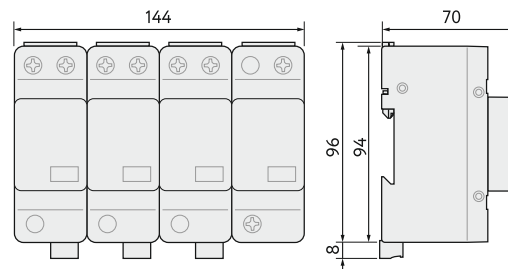
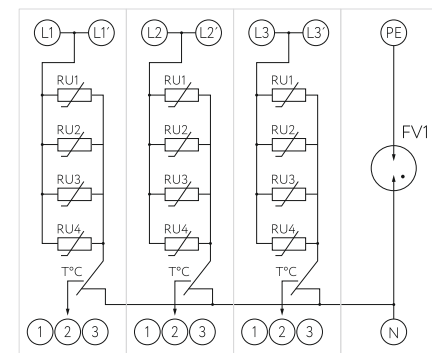

Рисунок 1. Габаритные размеры УЗИП
Рисунок 2. Принципиальная электрическая схема УЗИП
1.4.3 Местный контроль рабочего состояния УЗИП осуществляется с помощью индикатора оранжевого цвета (блинкера), расположенного на корпусе устройства, который утоплен в нормальном состоянии и выдвигнут при неисправности. Дистанционная сигнализация в УЗИП реализована переключением «сухих» контактов. 1.4.4 Габаритные размеры УЗИП представлены на рис. 1. Принципиальная электрическая схема УЗИП представлена на рис. 2.